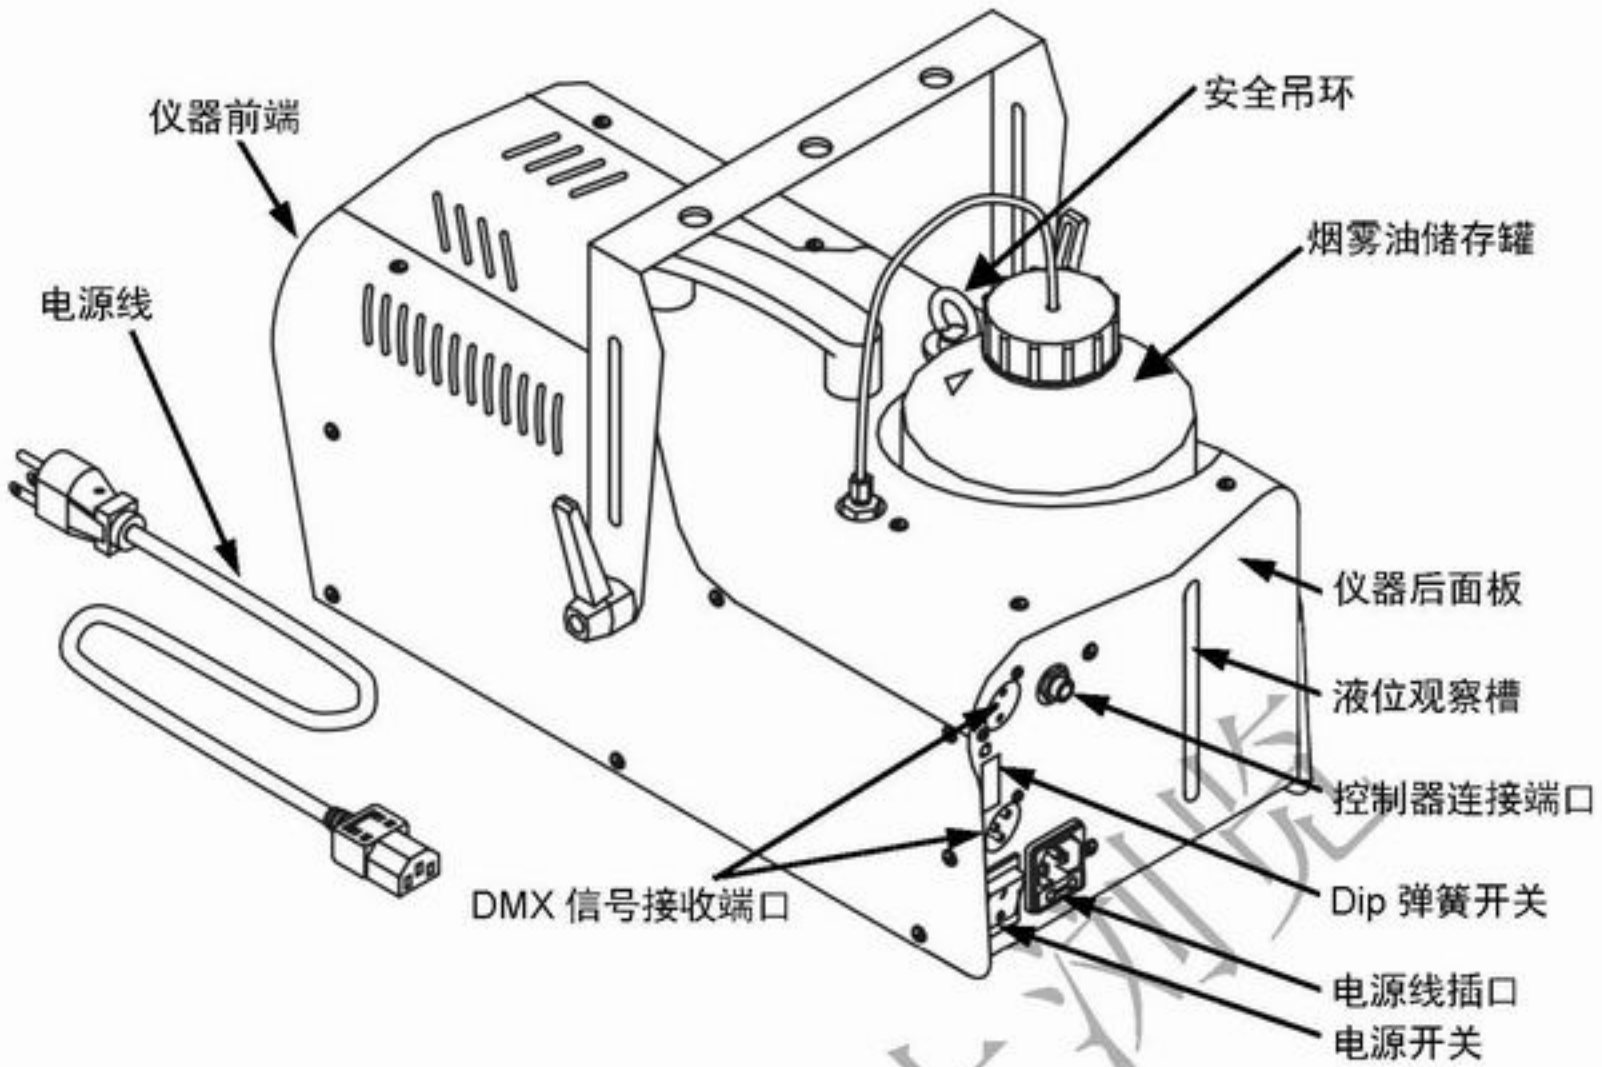

图1: 主机概览图
1. Wöhler Z-1000II 已包含吊装支架，若需将仪器吊挂使用，应将安全钢索穿过主机上的安全吊环(见图 1)，增加一道额外的悬吊保护，以免吊挂不稳造成高空摔落；